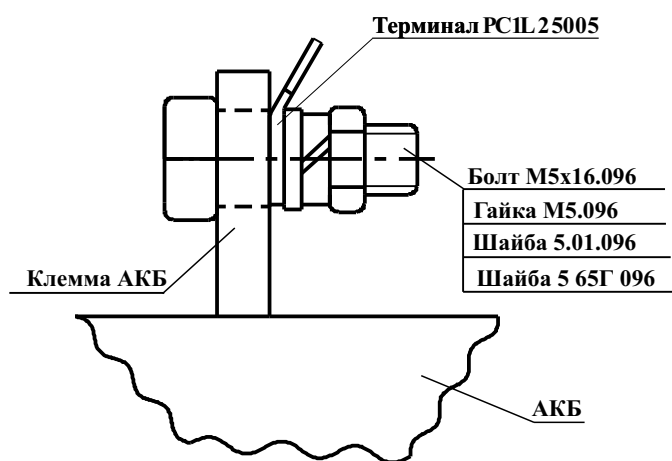

Рисунок 2
Подключение источника к АКБ 17 А·ч и 40 А·ч производится через терминал (см. рисунок 2), входящий в комплект поставки источника.
8.2 При отсутствии АКБ измерение напряжения на выводах для подключения АКБ (см. рисунок 2) является некорректным и его величина не регламентируется.